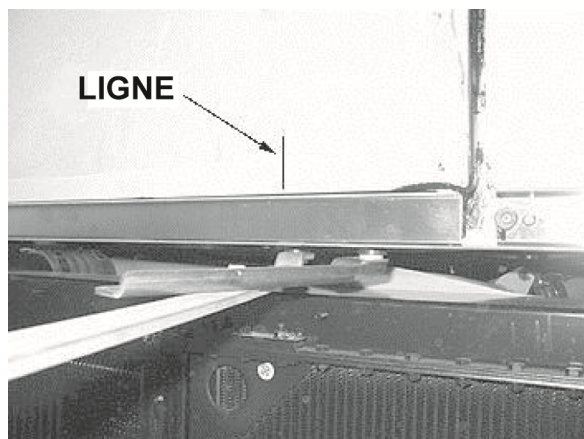

FIGURE 65: LIGNE DE RÉFÉRENCE
2. À l'aide d'un maillet en caoutchouc, ajuster la partie inférieure du bras du pantographe afin d'obtenir 4 ± 1 mm entre le panneau latéral et la porte du compartiment moteur (voir les Figure 65 et Figure 66).